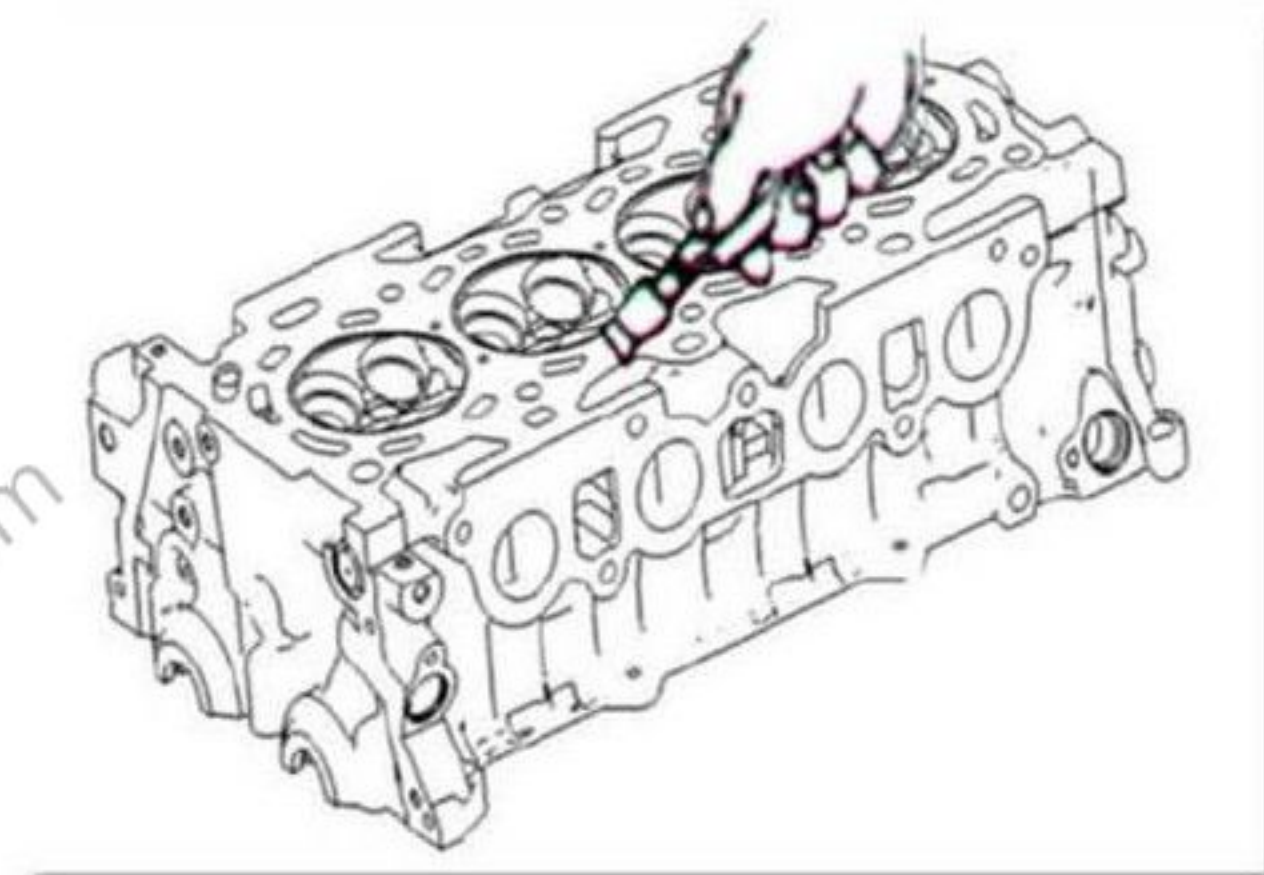

图 10-13
- 1) 使用衬垫刮刀清除气缸盖底面上的所有硬积物，见图 10-13；